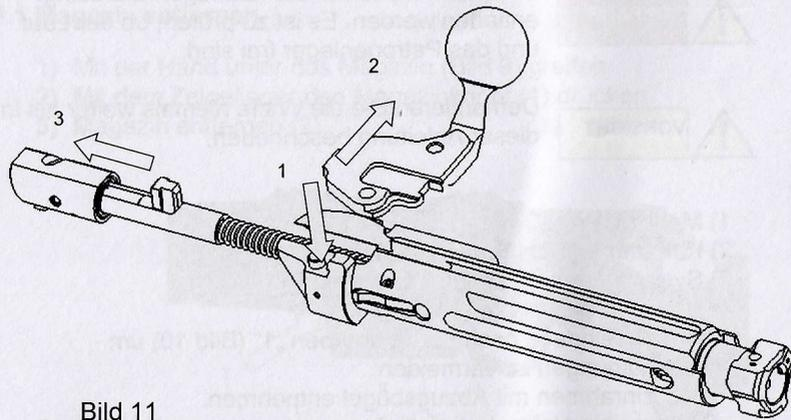

Bild 11
- Hebelachse (1) hinein drücken (Bild 11).
- Hebel zur Seite schieben (2).
- Schlagbolzen und Schieber in einer Baugruppe entnehmen (3).